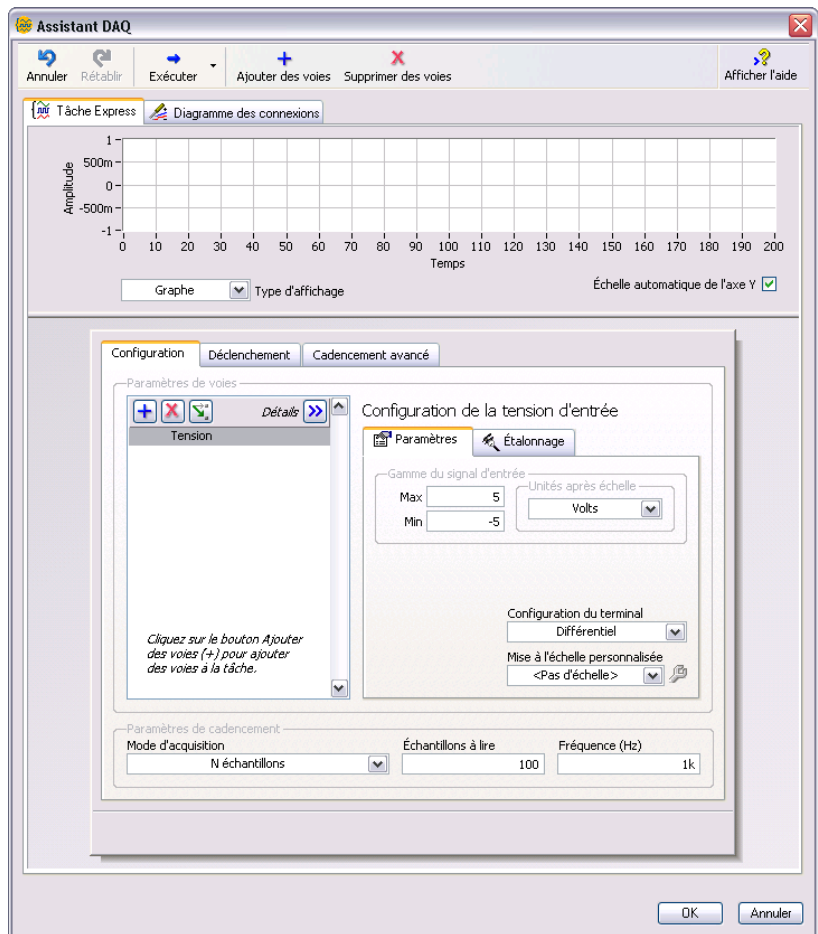

Figure 4-1. Configuration d'une tâche avec l'Assistant DAQ
6. Dans la liste de **Voies physiques supportées**, sélectionnez la voie physique à laquelle le périphérique connecte le signal comme, par exemple **ai0**, puis cliquez sur le bouton **Terminer**. L'Assistant DAQ ouvre une nouvelle boîte de dialogue, représentée par la figure 4-1, qui affiche les options de configuration pour la voie que vous avez sélectionnée pour la tâche.